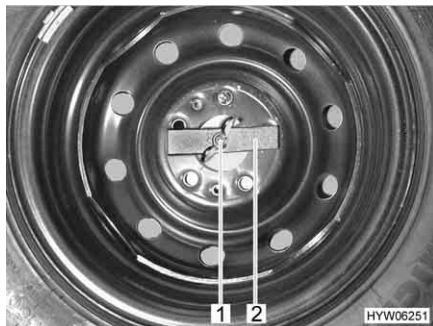

Fig. 108 Ruota di scorta nel gavone di coda
- Svitare manualmente il dado ad alette (Fig. 108,1) e rimuoverlo.
- Rimuovere la barretta di compressione (Fig. 108,2).